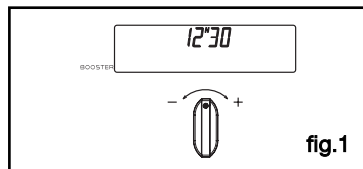

fig.1
Celle-ci ne doit pas clignoter (fig.1).
- Choisissez le mode de cuisson souhaité et ajustez la température (fig.1).